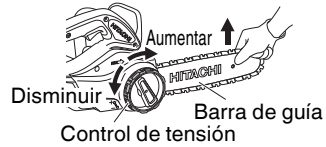

Fig. 10
5. Ajustar la tensión de la cadena de la sierra (Fig. 10)